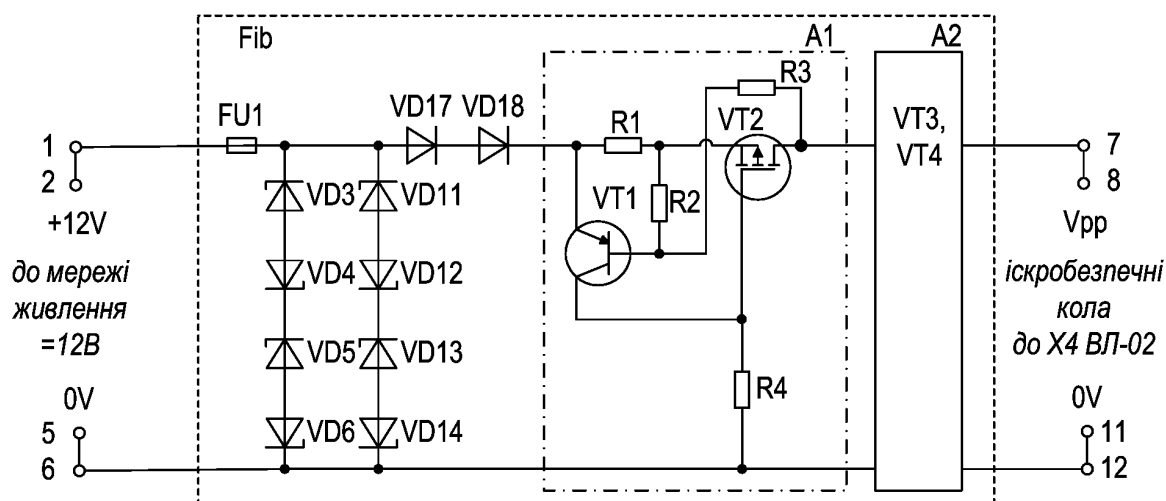

Рисунок 1.2 – Схема забезпечення іскробезпеки БІЗ
1.4.1 Вибухозахищеність БІЗ забезпечується видом вибухознахисту «іскробезпечне електричне коло» згідно з ДСТУ EN 60079-11. Іскробезпечність кіл БІЗ для підключення ВЛ-02 забезпечується обмеженням величин напруги і сили струму до безпечних значень. Елементи, що забезпечують вибухозахищеність БІЗ показані на рис. 1.2.